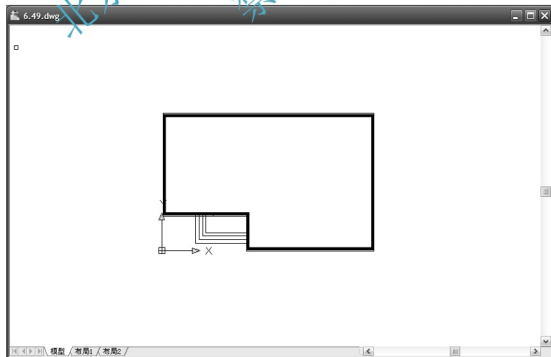

图 6.49 调整视图
(1) 选择菜单栏中的【视图】|【三维视图】|【俯视】命令,并用【实时缩放】命令调整视图,结果如图 6.49 所示。